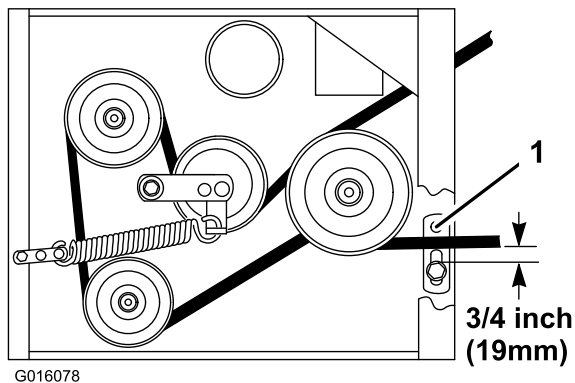

Figura 46
8. Verificate la regolazione corretta del guidacinghia sotto il telaio del motore (Figura 46).
Nota: Accertate che la distanza tra il guidacinghia e la cinghia del tosaerba sia di 19 cm quando si innesta la cinghia del tosaerba (Figura 46). Regolate il guidacinghia del tosaerba come opportuno. Se le guide sono regolate correttamente, la cinghia, quando è disinnestata, non dovrebbe opporre troppa resistenza né staccarsi dalle pulegge.